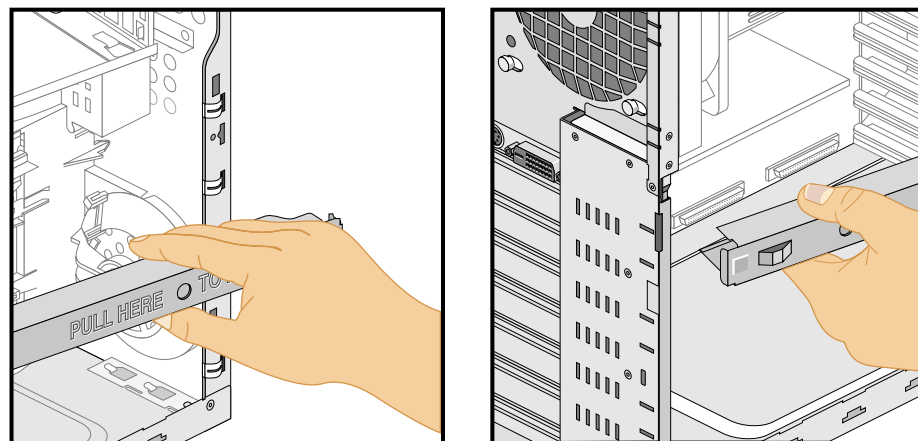

Figura 2-4 Alejamiento del larguero respecto al chasis
4. Desplace el lado derecho del larguero lejos del chasis. La Figura 2-4 muestra cómo alejar el larguero del chasis.